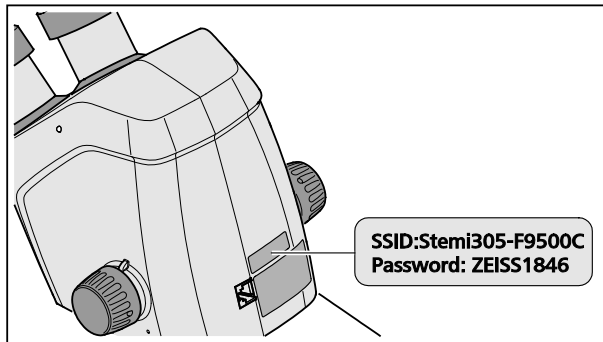

図 7 機器の背面に貼付されているシール
- 顕微鏡本体の背面に貼付されているシール (図 7) には、工場で設定された無線 LAN 識別コード (SSID) と機器の無線 LAN パスワードが記載されています。SSID および無線 LAN パスワードは、後にユーザーが無線 LAN 設定ウェブサイト経由で変更することができます。